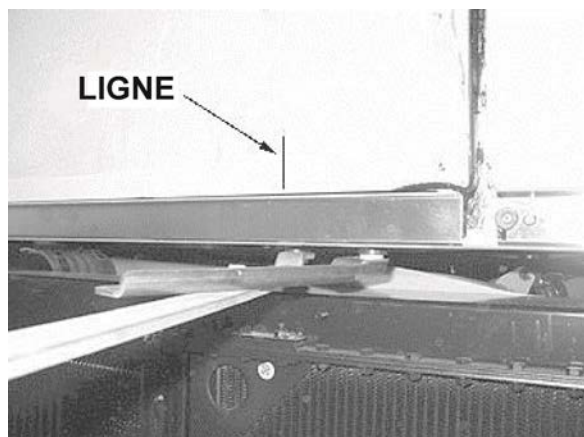

FIGURE 62: LIGNE DE RÉFÉRENCE
2. À l'aide d'un maillet en caoutchouc, ajuster la partie inférieure du bras du pantographe afin d'obtenir 4 ± 1 mm entre le panneau latéral et la porte du compartiment moteur (voir les Figure 62 et Figure 63).